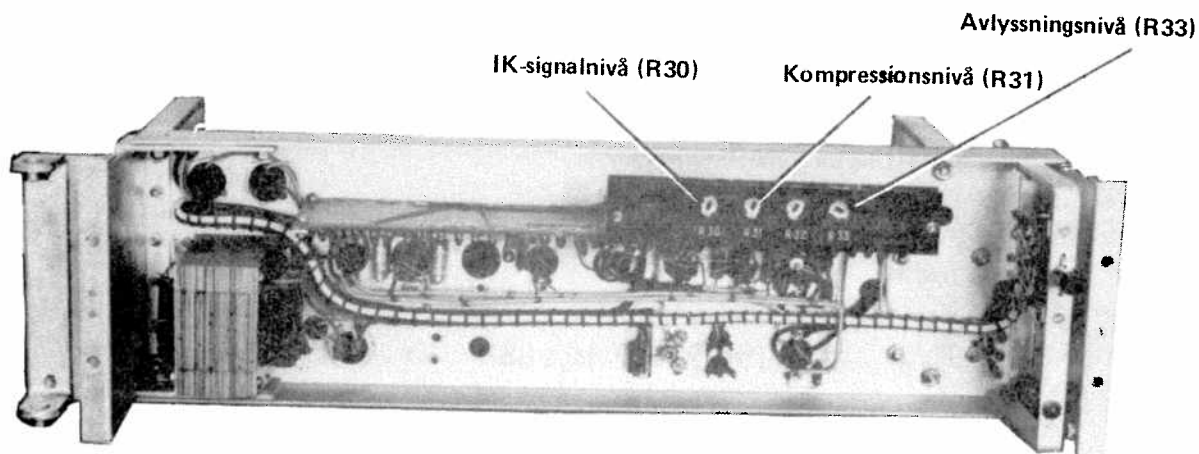

Bild 10. Förstärkare F1281-901093 (frontplåten borttagen)
- Justera med potentiometern R30 i förstärkarenheten så att nivån blir $-18,5$ dBu, se bild 10.